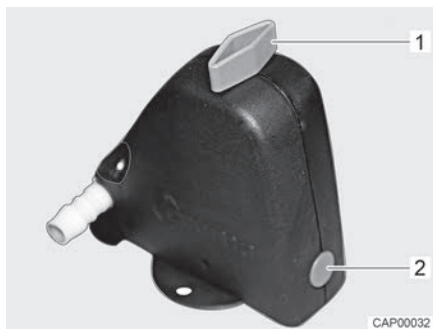
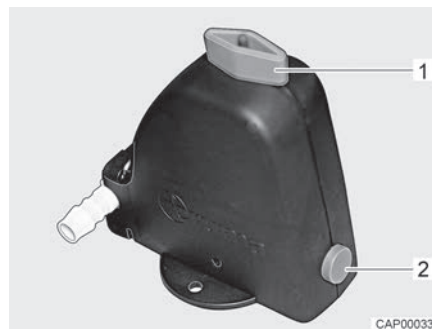

Fig. 76 Valvola di sicurezza/di scarico chiusa
Fig. 77 Valvola di sicurezza/di scarico aperta
- Aprire la valvola di sicurezza/di scarico (Fig. 76). A tal fine ruotare la manopola (Fig. 76,1) nel senso della lunghezza della valvola di sicurezza/di scarico. Il bottone automatico (Fig. 76,2) scatta all'infuori. La valvola di sicurezza/di scarico aperta è rappresentata in Fig. 77.